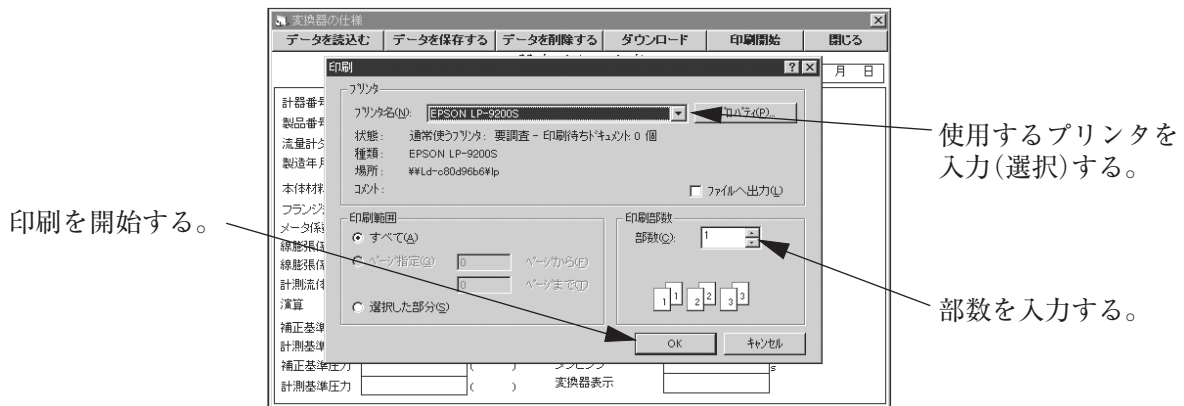

図67
- ① 画面上部メニューの「ファイル(F)」をクリックし、「印刷(P)」を選び、再度クリックします。予め「データベース画面」でデータを確認しておいてください。
- ② 図67のような画面が現れますので、使用プリンタ、部数などを入力し、「OK」ボタンをクリックします。この操作でパラメータ一覧を印刷することができます。